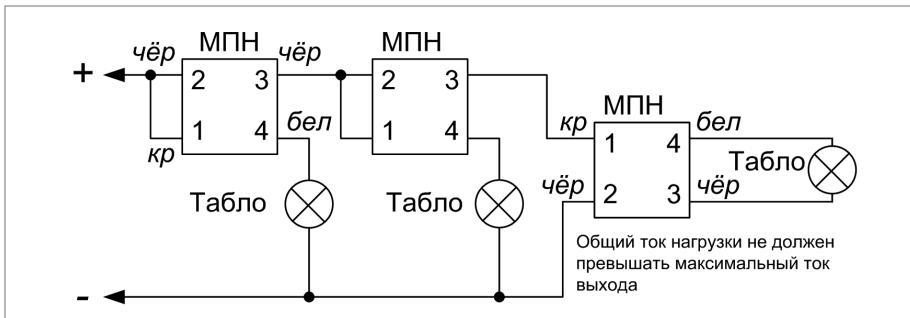

Рисунок 10.
3. Несколько исполнительных устройств подключаются параллельно к одному выходу блока согласно схеме на рис. 10.